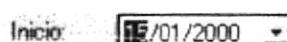

Figura 10.39. Campo Inicio.
2. Se debe posicionar en el campo de inicio, luego haga click en  para seleccionar del calendario el inicio del rango de fecha que desee consultar (Ver Figura. 10.39).